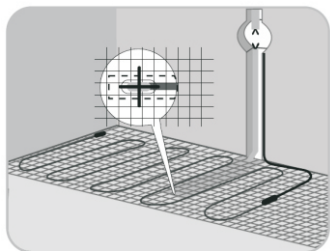

Рисунок 3
9. Уложите нагревательный мат. Проследите, чтоб место расположения датчика температуры оказалось на равном расстоянии между витками нагревательного кабеля (рисунок 3).
10. Вывести установочные провода «НМ», к месту расположения терморегулятора через канавку, подготовленную в стене (рисунок 3). Проверить отсутствие обрывов. Для проверки повреждений нагревательного мата и датчика температуры в процессе укладки необходимо обязательно измерить сопротивление нагревательного мата и датчика температуры. Их значение должны соответствовать паспортным данным.